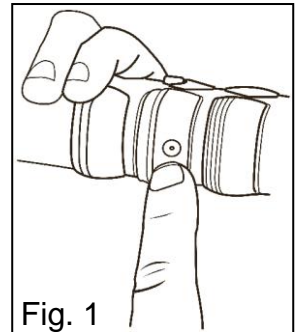

Fig. 1
1. Stecken Sie den Ladestecker in die Buchse seitlich am Schrauber (Abb. 1).
1. Insert the charger plug into the receptacle in the side of the driver (Fig. 1).